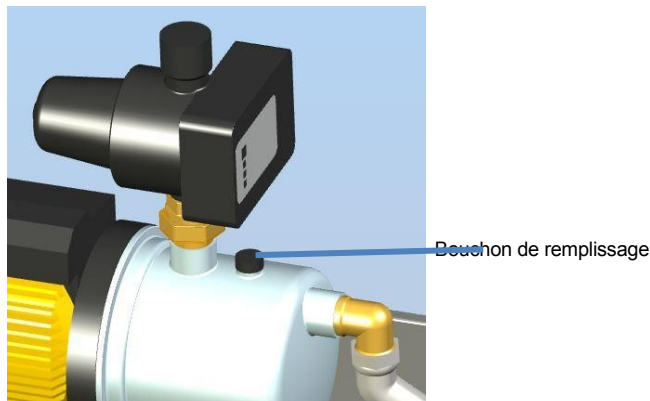

Figure 18 : Remplissage de la pompe
2. Remplir la pompe d'eau, voir à cet effet la figure 18 :